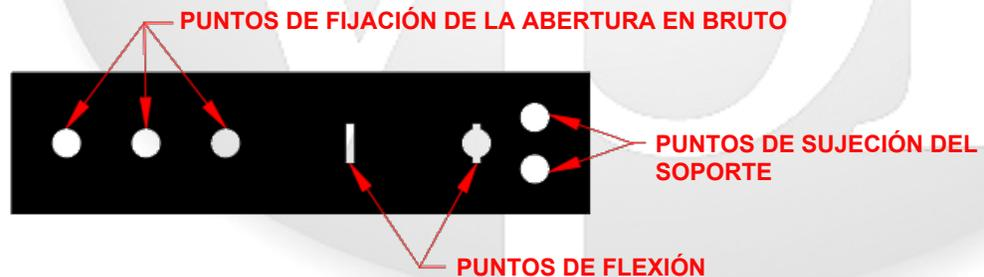

Figura 16: Correa de acero sin doblar
- II) La correa de acero deberá entrar sin doblarse y se fijará al soporte (Ver Figura 16).